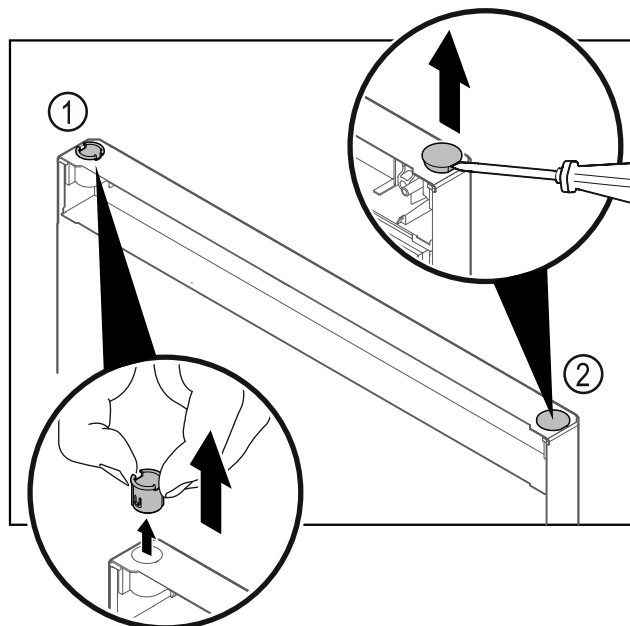

Fig. 25
- ▶ Pouzdro závěsu Fig. 25 (1) vytáhněte prsty.
- ▶ Krycí zátka Fig. 25 (2) opatrně nadzvedněte plochým šroubovákem a vytáhněte.